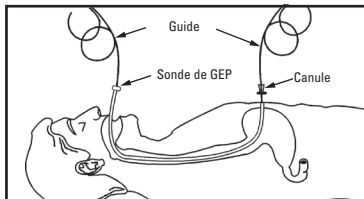

Figure 11
- Il convient d'exercer une tension ferme sur les deux extrémités du guide afin de permettre le passage du tube de GEP dans l'oropharynx puis dans l'estomac (figure 11).